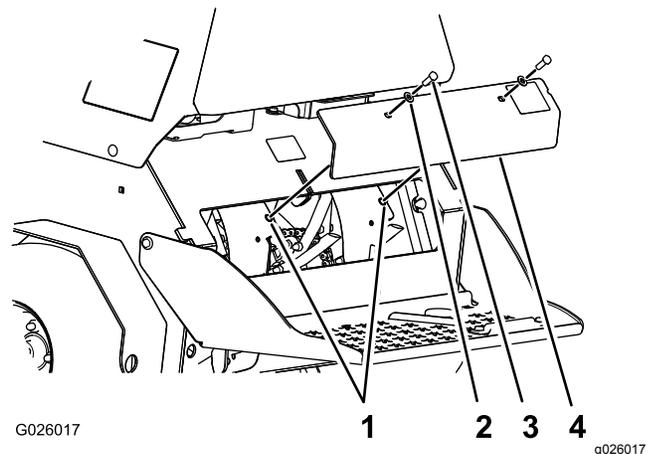

Figura 62
3. Retire los 2 pernos (3/8" x 1") y las 2 arandelas (3/8") que sujetan el panel de la cubierta trasera al chasis, y retire el panel (Figura 62).
6. Alinee los orificios del panel de la cubierta trasera con los orificios del chasis (Figura 62).
7. Sujete el panel de la cubierta al chasis con los 2 pernos y las 2 arandelas (Figura 62) que retiró en el paso 3, y apriete los pernos a 37-45 N·m (27-33 pulgadas-libra).